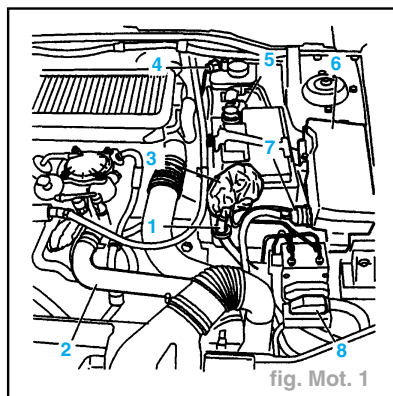

fig. Mot. 1
- Débrancher (fig. Mot. 1) :
- les alimentations positives (3) de la borne de la batterie.
- le câble positif (1) de la batterie.
- le connecteur (7).
- les mini-relais dans le boîtier (6).
- le connecteur (4).
- véhicule avec ABS : le connecteur (8).